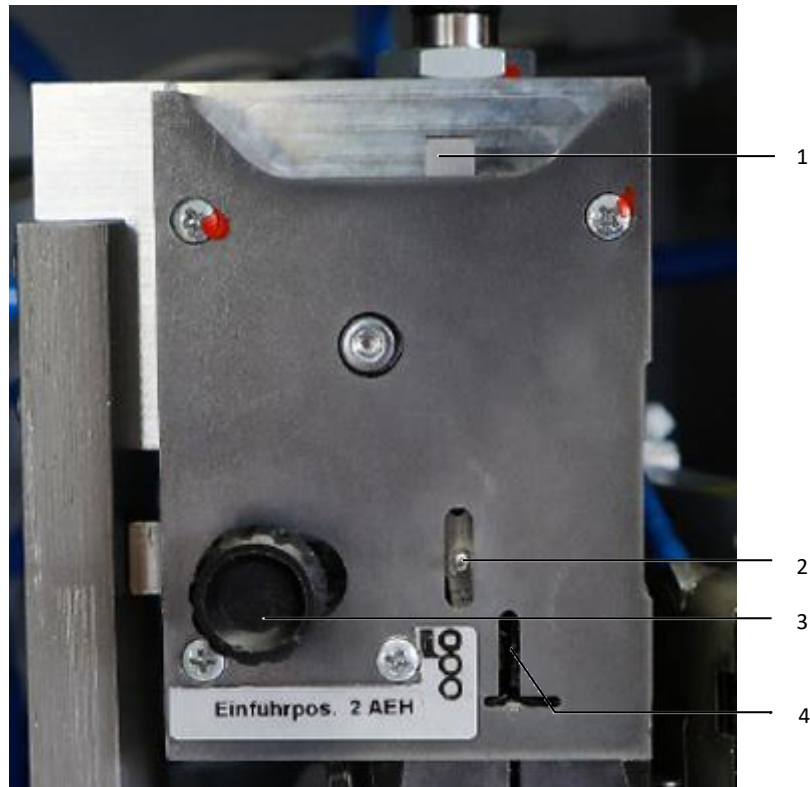

Fig. 5: unité de transport
- Pousser le bouton de déverrouillage (fig. 5, pos. 3) vers la droite.
- Introduire la bande jusqu'à ce que l'embout se trouve en-dessous du levier de transport (fig. 5, pos. 4).
- Pousser 1x le poussoir de transport (fig. 5, pos. 1) et ainsi la goupille du levier de transport (fig. 5, pos. 2) vers le bas jusqu'à ce qu'il y ait deux embouts en-dessous du levier de transport.